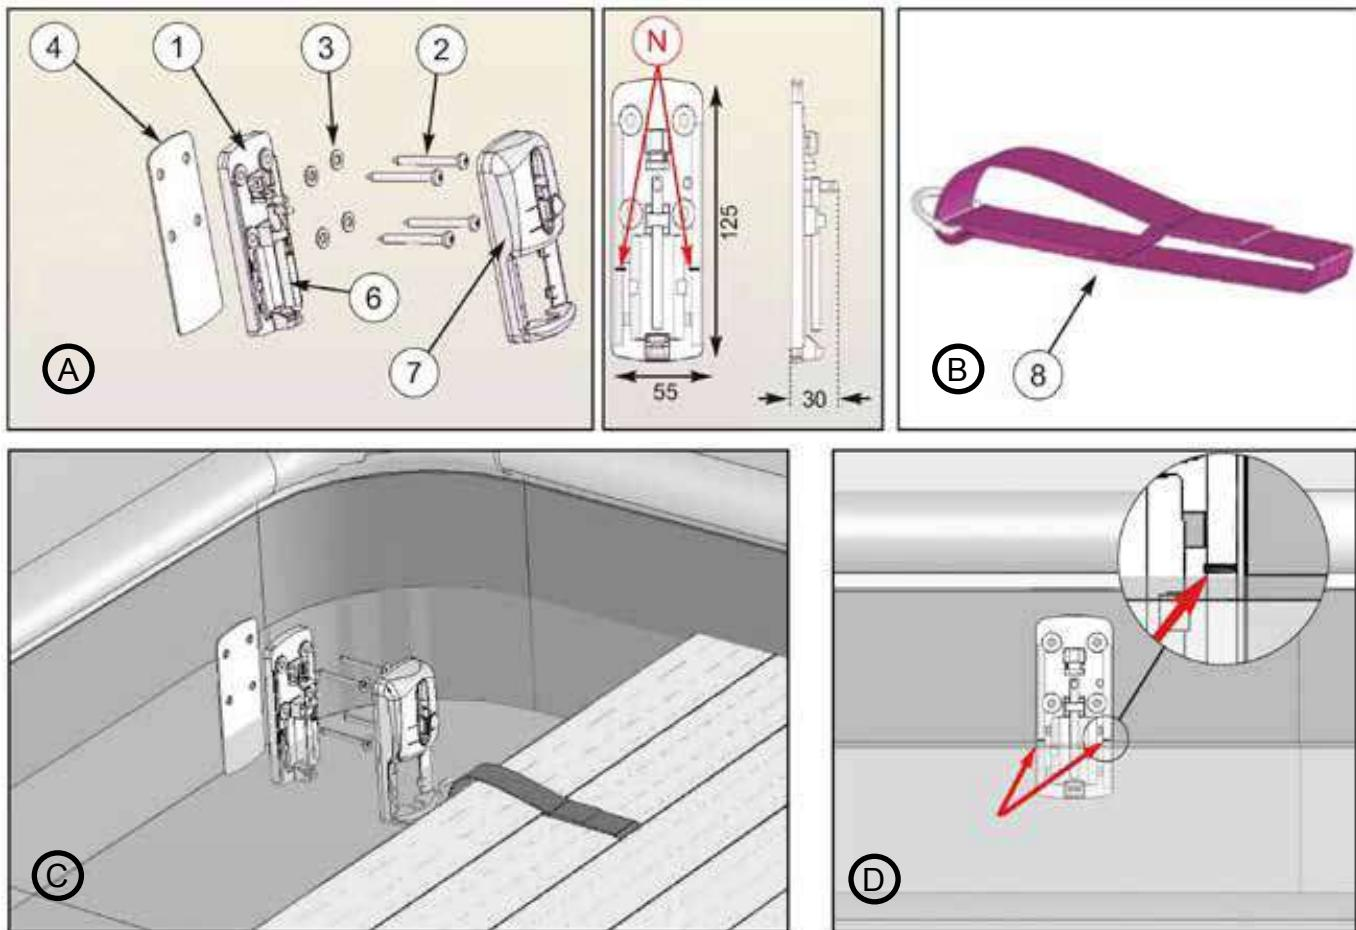

Figura 47 – (da A a D) Posa degli attacchi dell'avvolgibile al livello dell'acqua
La posa degli attacchi è descritta in *Figura 47*.
Le cinghie di ancoraggio sono già in posizione sulle prime due lamelle dell'avvolgibile. Utilizzare le piastre di aggancio (1) come sagoma di foratura per pre-forare la parete nelle posizioni degli attacchi dell'avvolgibile, cioè sulle pareti opposte all'asse, esattamente di fronte alle cinghie di attacco. Posizionare queste piastre di aggancio in modo che i riferimenti N siano a livello dell'acqua *Figura 47*.